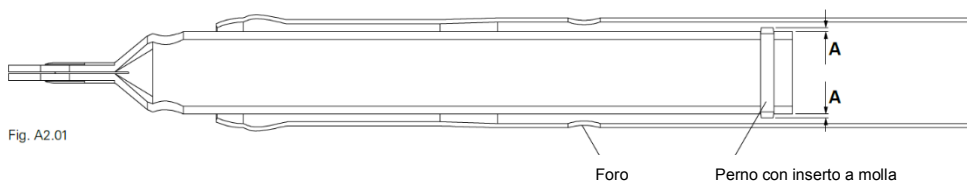

Fig. A2.01
- ⇒ Assicurarsi che il perno con inserto a molla nel tubo interno sia completamente inserito nel puntello (A). Eseguire il controllo prima di ogni impiego.
- ⇒ Utilizzare una fonte di luce adeguata, es. una torcia (Fig. A2.01 + A2.02)